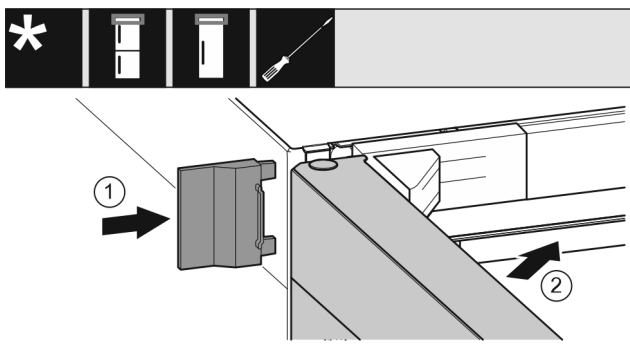

Fig. 28
- ▶ Vnější kryt Fig. 28 (1) nasuňte.
- ▶ Zavřete horní dveře Fig. 28 (2).